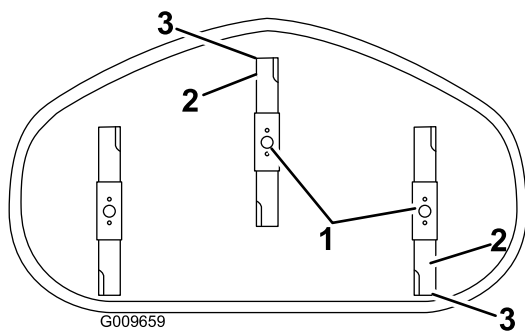

Figure 56
- Faites pivoter les lames avec précaution pour faire passer les pointes avant à l'arrière (Figure 56).
5. Mesurez la distance entre la pointe de la lame avant et la pointe de la lame arrière par rapport à la surface plane (Figure 56).
de la lame soit de 1,6 à 8 mm (1/16 à 5/16 po) plus bas de la pointe arrière (Figure 56).